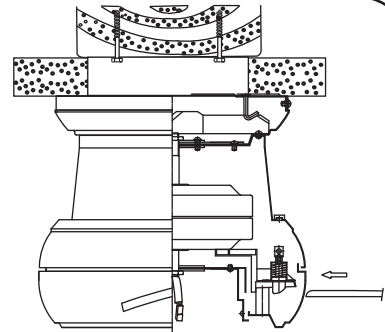

Fig 7
Paso 1. (Fig. 7) Introduzca la aspa por la ranura de la aspa en el ensamblaje del motor. Empuje el aspa hasta que quede ajustada. Usted debera escuchar cuando el perno de seguridad enganche la aspa.